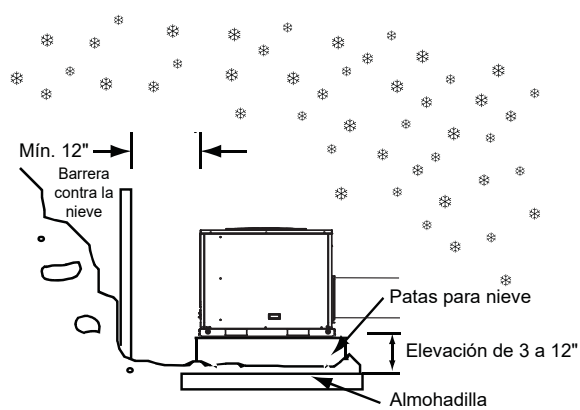

Figura 4-5
- Se deben elevar las unidades de 3 a 12 pulgadas por sobre la almohadilla o azotea, según el clima local. Esta altura adicional permitirá el drenaje de nieve y posibilitará que el agua condensada drene cuando la unidad esté en modo descongelamiento. Asegúrese de que los orificios de drenaje en la bandeja base de la unidad no estén obstruidos para que pueda drenar el agua descongelada (consulte la Figura 4-5).